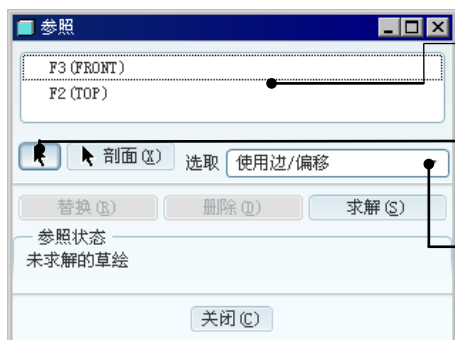

图 5.2.19 “参照”对话框
- 查看当前草绘参照：选择下拉菜单 **草绘(S)**  **参照(R)...** 命令，弹出“参照”对话框，系统在参照列表区列出了当前的草绘参照，如图 5.2.19 所示（该图中的两个草绘参照 FRONT 和 TOP 基准平面是系统默认选取的）。如果用户想添加其他的点、线、面作为草绘参照，可以通过在图形上直接单击来选取。
- 在没有足够的参照来摆放一个截面时，系统会自动弹出图 5.2.19 所示的“参照”对话框，要求用户选取足够的草绘参照。